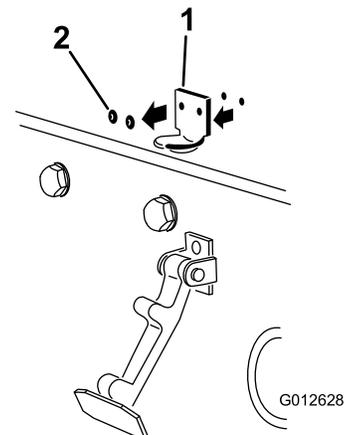

Bild 4
2. Entfernen Sie die zwei Niete, mit denen die Halterung des Motorhaubenriegels an der Motorhaube befestigt ist (Bild 4).